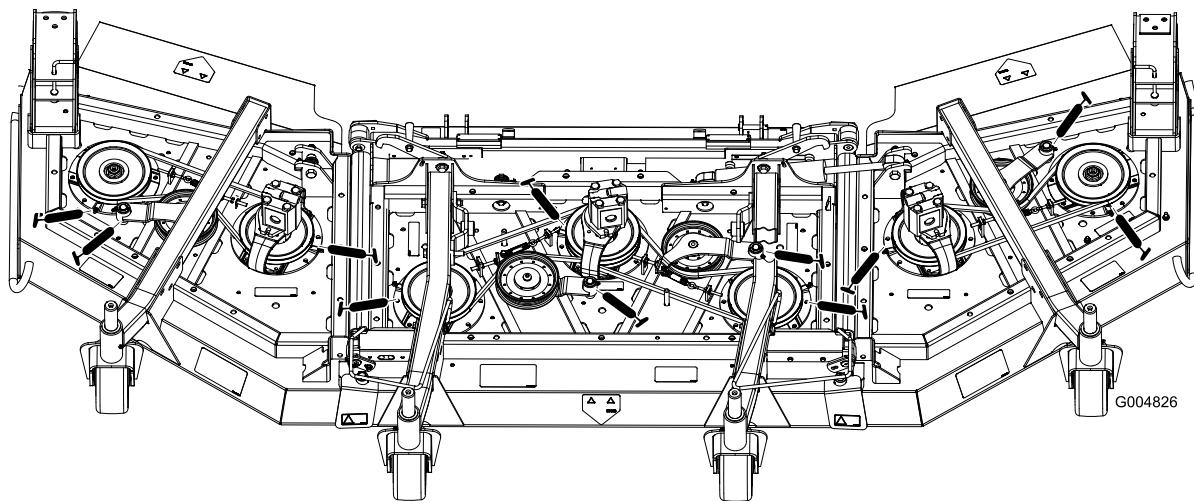

Bild 41
- Spindelwellenlager (3) (unter der Riemenscheibe) (Bild 41)
- Spannarm-Drehbüchsen (2) (Bild 41)